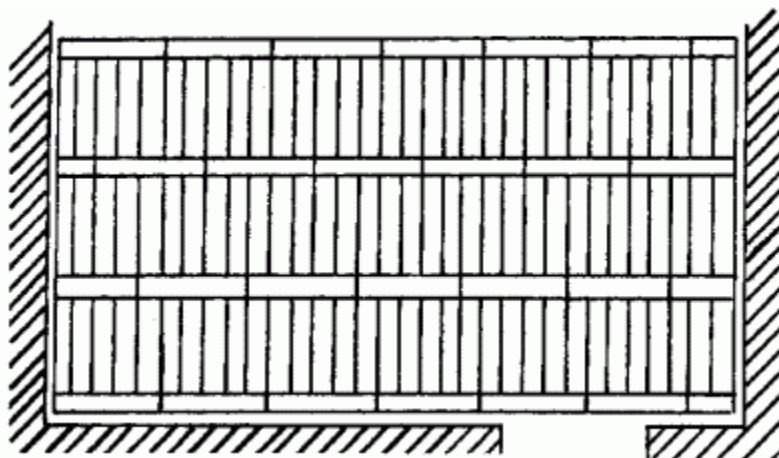

Рис. 34. Настил паркета ковровым рисунком.
– ковровый рисунок, применяющийся при устройстве паркетного покрытия в небольших прихожих, маленьких и узких коридорах (рис. 34);